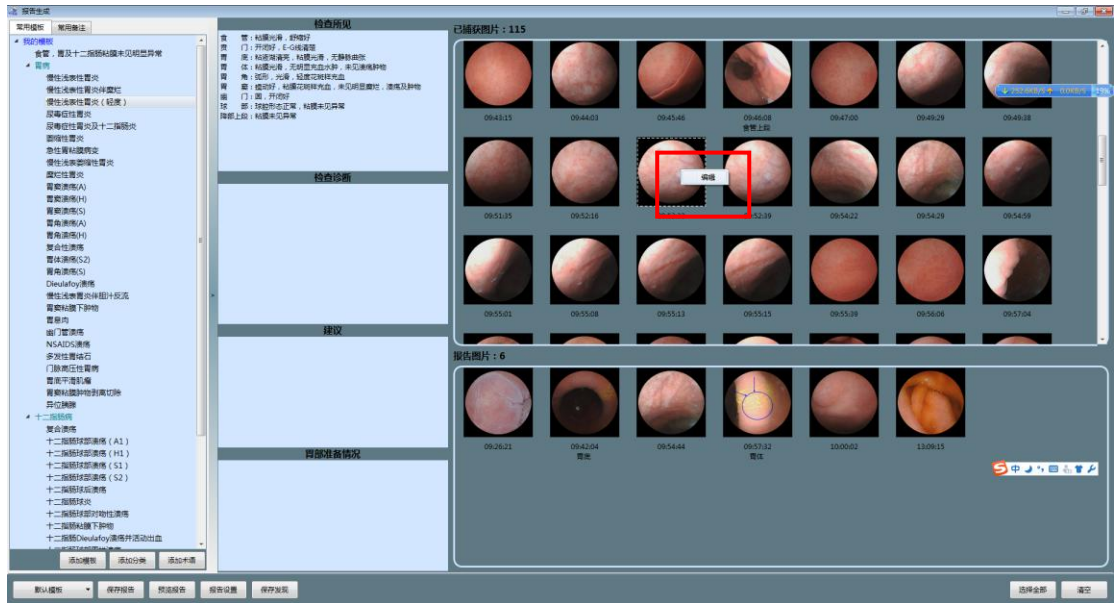
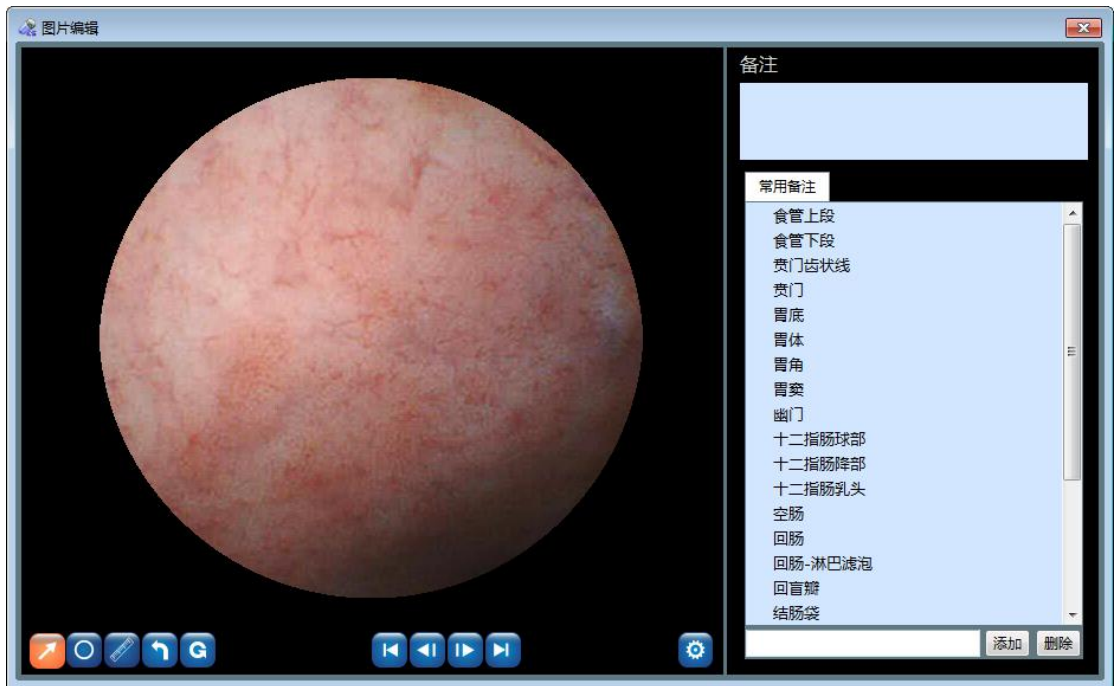

图 4-105 右键编辑
图 4-106 在报告界面进行图片编辑
- 在“已捕获图片”栏和“报告图片”栏中的图片上，点击数据右键，可以弹出图片编辑菜单，点击后，打开图片编辑界面，可以如报告浏览界面一样，对图片进行编辑。如图 4-105、图 4-106。